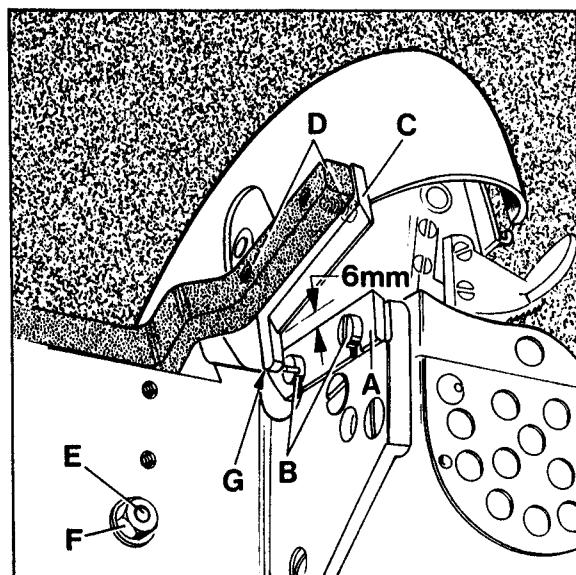

Fig.3
To change lower knife (A, Fig. 3) loosen screws (B, Fig. 3) and remove knife. Slip-on replacement knife as far as it will go and retighten screws (B).
To change upper knife (C, Fig. 3) unscrew screws (D, Fig. 3), replace knife and fasten screws (D).
Replace knife guard (A, Fig. 3)
NOTE: The opening between upper and lower knife should be set to spprox. 6 millimeters as shown in Fig. 3. This can be accomplished by loosening nut (F, Fig. 3) and setting stop screw (E, Fig. 3) inside the solenoid housing accordingly. Make sure that the pilot (G) of the upper knife overlaps the lower knife sufficiently. Relock stop screw (with nut (F)).
Zum Wechseln der Untermesser (A, Fig. 3) lösen Sie die Schrauben (B, Fig. 3) und entfernen das Messer. Schieben Sie das Ersatzmesser bis zum Anschlag auf und ziehen Sie die Schrauben (B) wieder an.
Zum Wechseln des Obermessers (C, Fig. 3) drehen Sie die Schrauben (D, Fig. 3) heraus, ersetzen das Messer und befestigen es mit den Schrauben (D).
Montieren Sie den Messerschutz (A, Fig. 3) wieder.
BEACHTEN SIE: Die Öffnung zwischen Ober- und Untermesser soll auf etwa 6 mm eingestellt werden, wie in Fig. 3 gezeigt. Dazu löst man die Mutter (F, Fig. 3) und stellt die Anschlagschraube (E, Fig. 3) im Magnetgehäuse entsprechend ein. Der Führungszapfen (G) des Obermessers muß dabei das Untermesser noch genügend überlappen. Sicher Sie die Anschlagschraube (E) mit der Mutter (F).